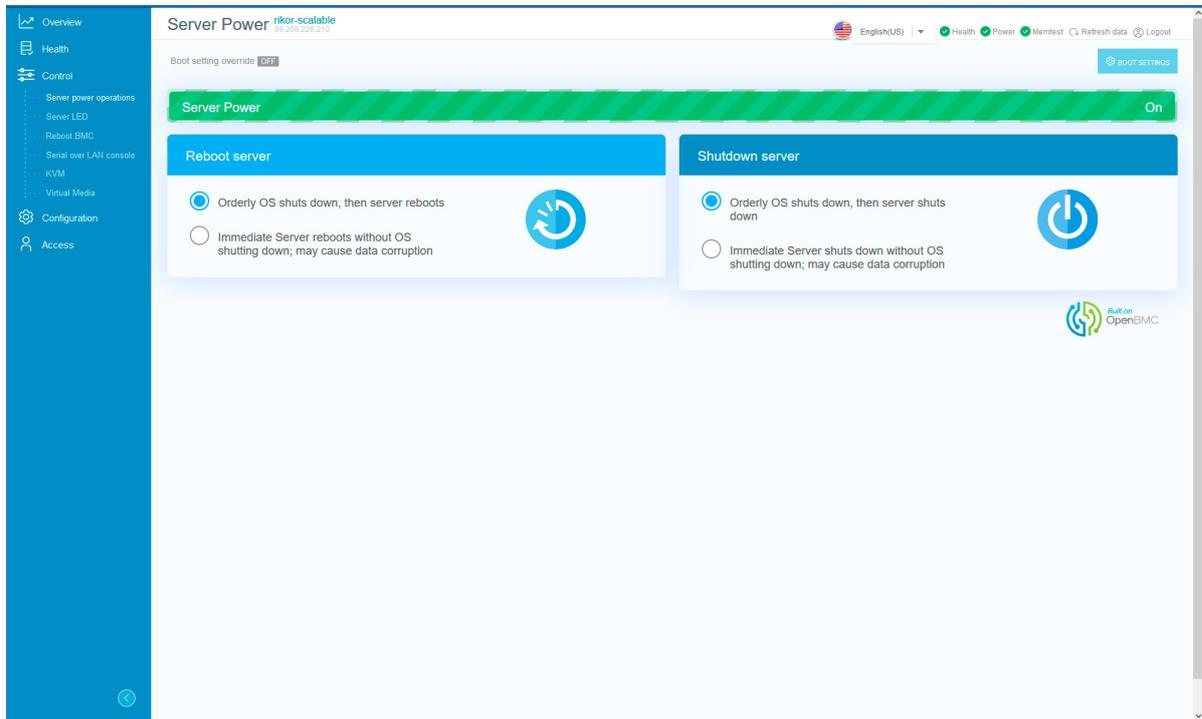

Рис. 75. Окно «Server power operations»
- 2) Пройдите во вкладку «Control» → «Server power operations» в данной вкладке осуществляется управление сервером. В поле «Server Power» показано состояние сервера «On» или «Off». В поле «Power on server» при нажатии на кнопку осуществляется включение и выключение сервера. Окно показано на рис. 75 Окно «Server power operations»